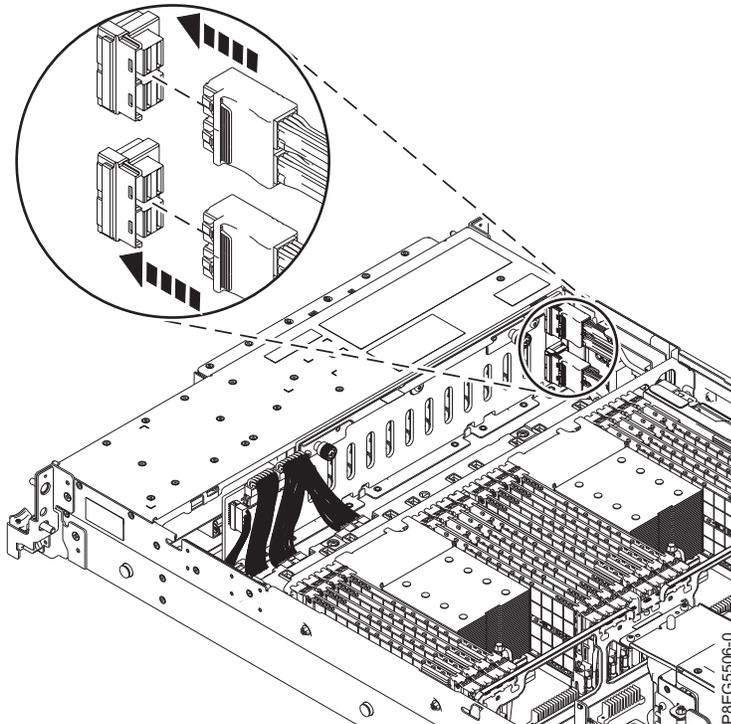

Abbildung 9. Erneutes Anschließen der vorderen SAS-Kabel
7. Schließen Sie das vordere SAS-Kabel erneut an die Plattenlaufwerksrückwandplatine an (wie dargestellt in Abb. 9 auf Seite 11). Drücken Sie den Anschluss, bis die Verriegelung einrastet.